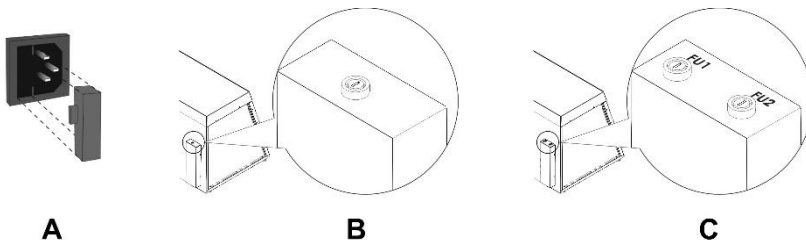

Рисунок 4. Замена предохранителя
- 7.3.1. Предохранитель в блоке управления. Отсоедините прибор от сети. Отсоедините сетевой кабель из разъема на задней панели прибора. Откройте держатель предохранителя, выдвинув его (рис. 4/А, для компактных моделей) или открутите крышку держателя FU2 (рис. 4/С, для модели UVT-S-AR). Проверьте предохранитель и, при необходимости, замените, **М** 3,15 А (тип **М** - time lag: **Medium**).
- 7.3.2. Предохранитель розетки (для моделей с внутренними розетками). Отсоедините прибор от сети. Открутите крышку держателя предохранителя (рис. 4/В или 4/С, FU1). Проверьте предохранитель и, при необходимости, замените, **М** 5,0 А (тип **М** - time lag: **Medium**).